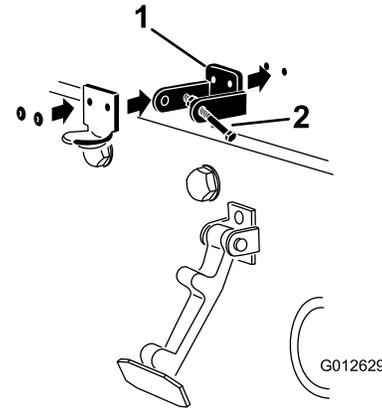

Figure 7
4. Alignez les trous de montage et positionnez le support de verrouillage et le support du loquet sur le capot (Figure 7).
6. Rivez les supports et les rondelles sur le capot (Figure 7).